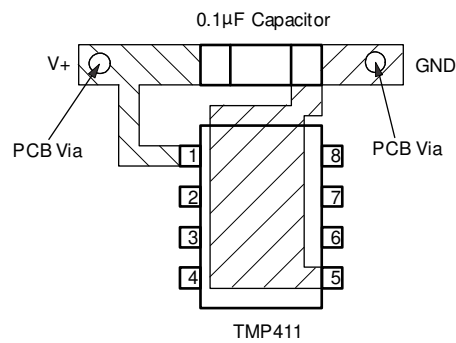

図 10-4. 推奨されるバイパス コンデンサの配置
- 図 10-4 に示すように、TMP411 の V+ ピンと GND ピンの間には、0.1 $\mu$ F ローカル バイパス コンデンサを直接接続します。最適な測定性能を得るために、D+ と D- の間のフィルタ容量を 1000pF 以下の最小限に抑えます。この容量には、リモート温度センサと TMP411 の間のケーブル容量も含まれます。